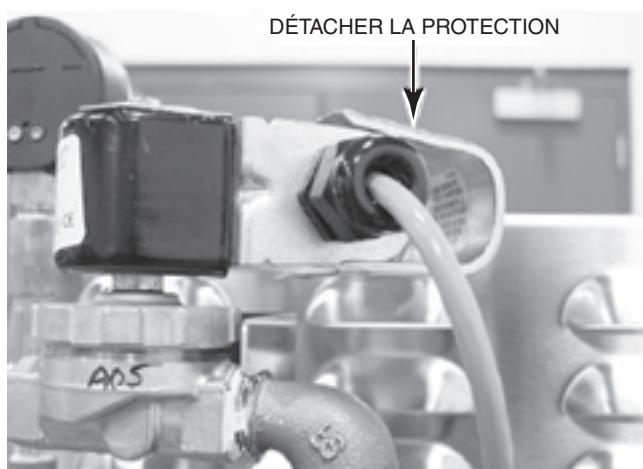

Fig. 13
3. Débrancher un fil électrique au niveau de la bobine de l'électrovanne de remplissage à chaud située à l'arrière de l'appareil tout en retirant la protection du fil et en débranchant l'un des fils (Fig. 13 et 14).